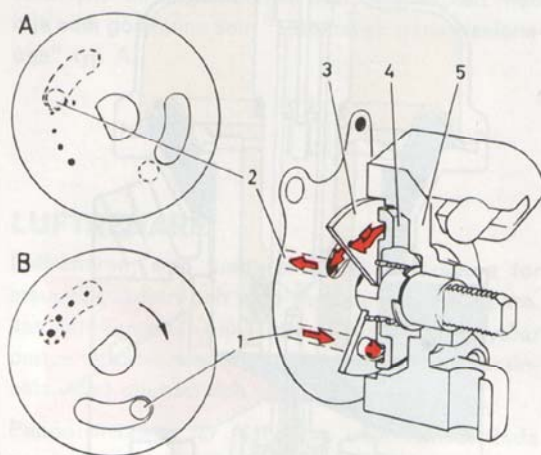

Bild 72. Kallstartanordning
För att underlätta start vid kall väderlek är förgasaren försedd med kallstartanordning (bild 72 och 73).
Kallstartanordningen består av en ventilskiva (3, bild 72) försedd med fyra kalibrerade hål och en avlång slits, samt av en kanalförsedd skiva (4), mon-